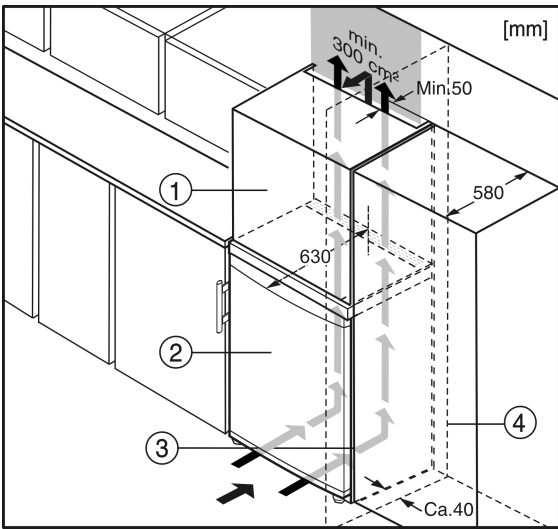

Fig. 6
- (1) Armario superior
- (2) Aparato
- (3) Armario de cocina
- (4) Pared
El aparato se puede rodear de muebles de cocina. Para adaptar el aparato Fig. 6 (2) a la altura del mueble de la cocina se puede colocar sobre el aparato un armario superior Fig. 6 (1) adecuado y acorde con el mobiliario.*
Si la cocina posee armarios (profundidad máx. 580 mm) el aparato se puede instalar directamente junto al armario de la cocina Fig. 6 (3). Desde el lateral, la puerta del aparato queda a 34 mm de la parte frontal del armario de cocina, y desde el centro del aparato, a 50 mm. Por tanto, se puede abrir y cerrar sin problemas.*
Si el aparato se instala con las bisagras junto a una pared *Fig. 6 (4)*, la distancia entre el aparato y la pared debe ser de como mínimo 40 mm. Esto equivale al saliente del tirador con la puerta abierta.*